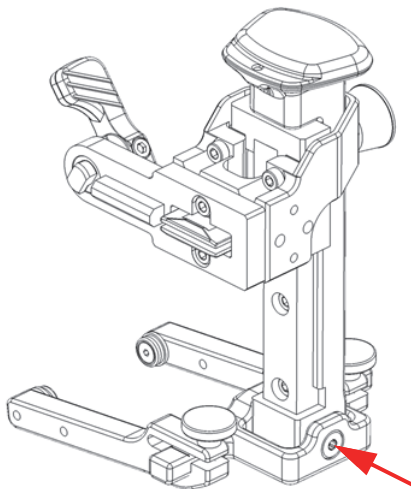

图 2-25 将螺钉放回到螺钉孔中
7. 重新将螺钉安装到铉的旋转梁中（参见第59页的图 2-25）。